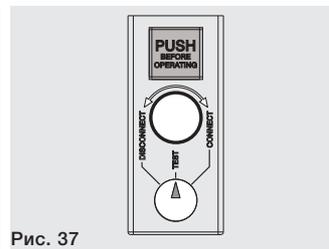

Рис. 37
- автоматический выключатель находится в положении **«ВЫКАЧЕН ДЛЯ ТЕСТИРОВАНИЯ - TEST»** (см. Рис. 37).